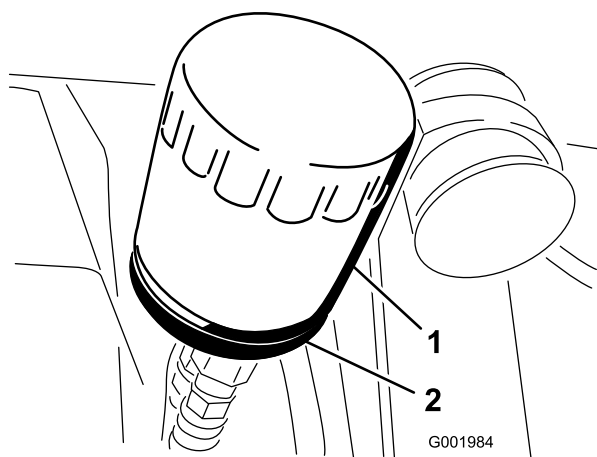

Figure 49
2. Déposez le filtre à huile (Figure 49).
5. Posez le filtre à huile de rechange sur l'adaptateur. Tournez le filtre dans le sens horaire jusqu'à ce que le joint touche l'adaptateur, puis donnez 1/2 tour supplémentaire (Figure 49).